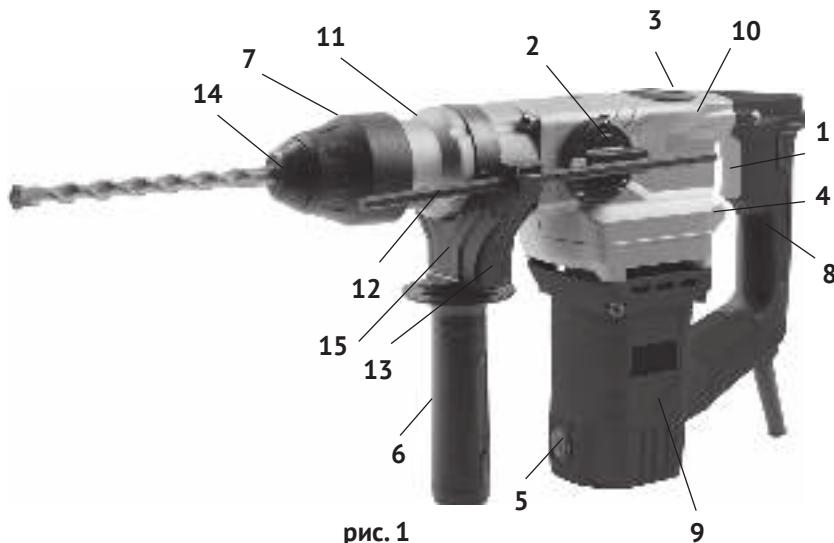

рис. 1
1.6 Общий вид перфоратора представлен на рис.1
1.7 Перфоратор состоит из вертикально расположенного коллекторного двигателя в пластиковом корпусе (рис.1 поз.9) и шестерёнчатого редуктора с кривошипно-шатунным механизмом, расположенных в металлическом корпусе (рис.1 поз.10). Крутящий момент с якоря электродвигателя через систему шестерён, передаётся на вал с патроном SDS – plus (рис.1 поз.7), расположенный перпендикулярно оси двигателя. Вертикальное расположение двигателя упрощает конструкцию редуктора, что увеличивает ресурс перфоратора. Кривошипно-шатунный механизм приводит в действие ударный узел перфоратора. На корпусе редуктора, со стороны рукоятки (рис.1 поз.8), расположен переключатель режимов «сверление с ударом» - «сверление» (рис.1 поз.4).
В зависимости от вида выполняемой работы, в патрон SDS – plus вставляется необходимая насадка (пика, долото, бур) с соответствующим хвостовиком, или переходник SDS-plus/сверлильный патрон для установки сверлильного патрона (входят в комплект поставки), если необходимо работать только в режиме «сверление». Дополнительная рукоятка (рис.1 поз.6) хомутом суппорта (рис.1 поз.15) крепится на корпусе ствола (рис.1 поз.11). Фиксируется, закручиванием рукоятки по часовой стрелке, в любом положении (от 0° до 360°), что удобно пользователю, как «правше», так и «левше».
В отверстие суппорта дополнительной рукоятки вставляется, при необходимости, стержень-ограничитель глубины сверления (рис.1 поз.12).
1.8 Клавиша выключателя (рис.1 поз.1) расположена в передней части основной рукоятки (рис.1 поз.8), крепящейся к корпусу двигателя – нижней частью и к редуктору – верхней частью. Включение/отключение инструмента осуществляется нажатием/отпусканием клавиши выключателя. Силой, приложенной к клавише, регулируется число оборотов двигателя, а, следовательно, и частота ударов в режимах «сверление с ударом» и «удар».
Сбоку, на корпусе редуктора (рис.1 поз.10) расположен переключатель режимов работы (рис.1 поз.2). Он фиксируется в одном из двух положений, отмеченных символами: «сверло с молотком» - сверление с ударом, «молоток» - долбление (без вращения). Нажав фиксатор в торце ручки переключателя, по-воротом ручки со стрелкой, совместить с нужным символом. Достигнув нужного положения, фиксатор возвращается в исходное положение, закрепляя ручку в выбранном положении.
В верхней части редуктора находится пластиковая крышка смазочного окна (рис.1 поз.3). Перед каждым использованием инструмента, ключом (входит в комплект поставки) отвернуть крышку, проверить наличие смазки на кривошипно-шатунном механизме, при необходимости добавить из ёмкости, входящей в
На редукторе, ниже клавиши выключателя, находится переключатель режимов работы (рис.1 поз.4) с двумя фиксированными положениями: «сверло с молотком» - сверление с ударом и «сверло» - сверление. Соответствующие символы нанесены на рычаге переключателя.
2.2.1 Выбрать насадку, для предполагаемого вида работы и зафиксировать её в патроне. Для установки нужной насадки: отвести стопорную втулку патрона (рис.1 поз.7) назад (указано стрелкой), вставить, находя нужное положение поворотом вокруг своей оси, насадку в патрон (приблизительно на 40 мм), отпущеная втулка, смещающаяся вперёд за счёт пружины, зафиксирует насадку в патроне.
- при необходимости, в отверстие суппорта (рис.1 поз.15), вставить стержень-ограничитель глубины сверления (рис.1 поз.12), нажав на кнопку фиксации (рис.1 поз.13);
- при работе в режиме сверление без удара, переключатель (рис.1 поз.4) устанавливать в положении «сверло», а переключатель (рис.1 поз.2) в положении «сверло с молотком». При этом режиме перфоратор может работать с патроном SDS – plus, но, как правило, устанавливается ключевой патрон;
- при работе в режиме сверление с ударом, переключатель (рис.1 поз.4) в положении «сверло с молотком», и переключатель (рис.1 поз.2) в положении «сверло с молотком»;
- при работе в режиме долбление, переключатель (рис.1 поз.4) в положении «сверло с молотком», а переключатель (рис.1 поз.2) в положении «молоток».
3.2 Для замены щёток необходимо открутить крышки щёткодержателей (рис.1 поз.5), расположенные с двух сторон в нижней части корпуса двигателя. Извлечь щётки из щёткодержателей и заменить их новыми. Щётки следует заменять парой для обеспечения равной степени их давления на коллектор якоря.